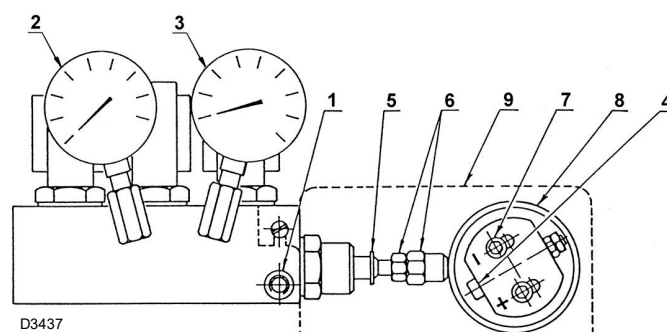

Рис. 30
измените эксцентricность винтом 4)(Рис. 30) после ослабления винтов 7).
Обозначения (Рис. 30)
- Отрегулируйте давление на возврате на минимальное значение примерно на 6 бар. Для этого необходимо изменить длину вала 5)(Рис. 30), вращая гайку 6).
Рекомендуется провести калибровку, предотвращающую создание коптящего пламени и позволяющую как можно быстрее достичь максимальной мощности (максимальный ход серводвигателя 130°); откалибруйте обратное давление на эксцентриковом винте 5)(Рис. 30), чтобы получить требуемую для форсунки мощность, а затем приступите к выполнению калибровки промежуточных точек.